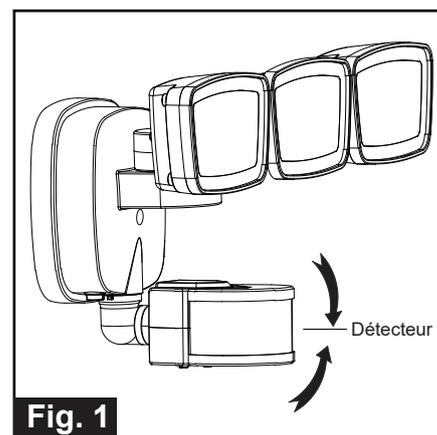

Fig. 1
2. Vous pouvez déplacer la tête du détecteur de haut en bas pour modifier la zone de couverture. (Voir Fig. 1)